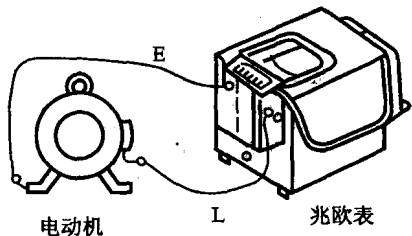

图 1-1-4 兆欧表测绝缘电阻的示意图
④ 测量时一般只使用兆欧表的“线(L)”和“地(E)”两个接线端接被测对象,测量电路如图 1-1-4 所示。
⑤ 连接兆欧表与被测对象宜使用单股导线。
⑥ 手柄摇动的速度尽量保持在 120 r/min,待指针稳定 1 min 后进行读数。
⑦ 测试完毕,先降低手柄摇动的速度,并将“线(L)”端子与被测对象断开,然后停止摇动手柄,以防止设备的电容对兆欧表造成损害。注意此时手勿接触导电部分。